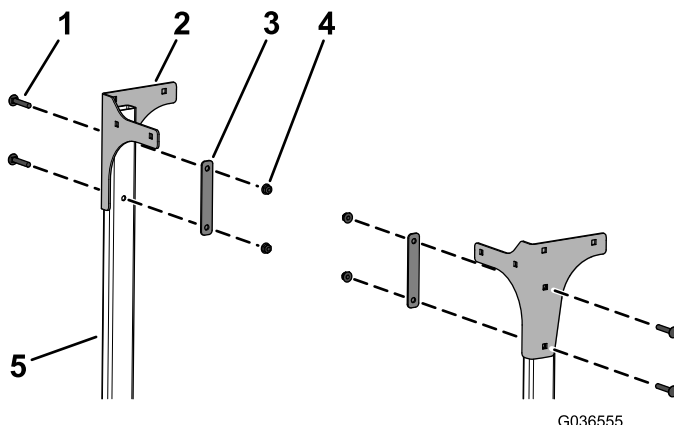

Figura 8
7. Montate, senza serrarle, le piastre posteriori sinistra e destra sui tubi utilizzando 4 bulloni a testa tonda (5/16 x 1 3/4"), 2 piastre di supporto e 4 dadi flangiati (5/16") come illustrato nella Figura 8.